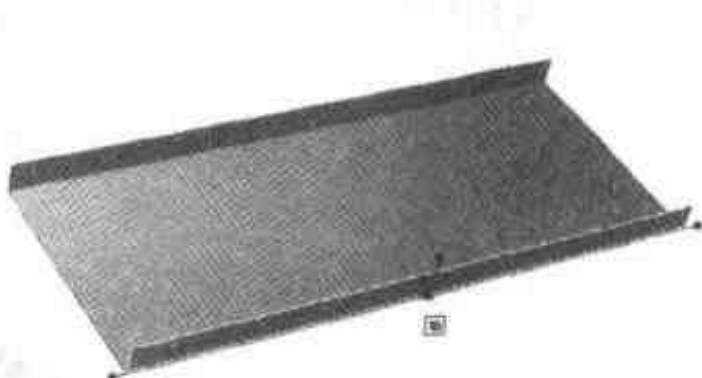

图 4.119 生成另一边的折弯
- (4) 对另一侧作同样的处理，结果如图 4.119 所示。